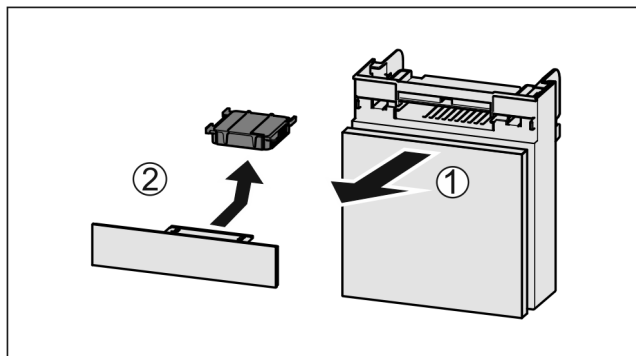

Fig. 236
- ▶ Вытянуть Fig. 236 (1) отделение движением вперед.
- ▶ Извлечение Fig. 236 (2) фильтра с активированным углем.